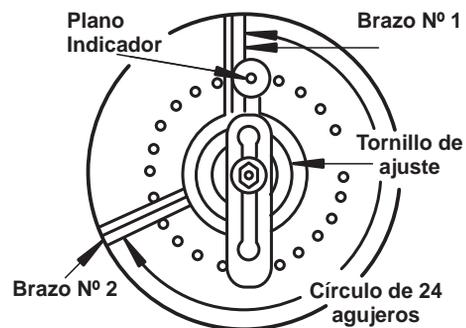

Fig. 5
- f) Monte la manivela, arandela, tuerca; colocando el pasador o pitón en un agujero del círculo seleccionado. (Fig. 5).